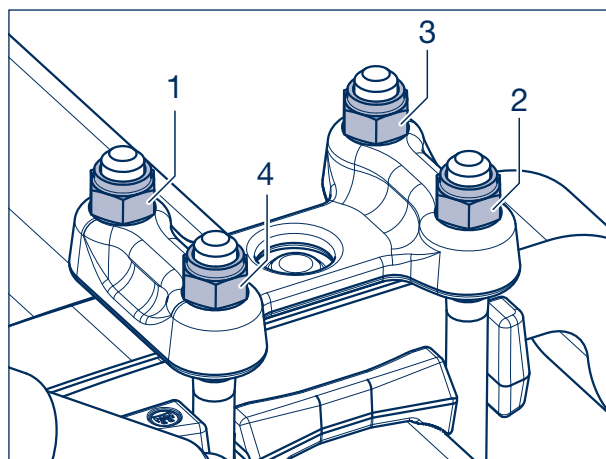

Figure 18
- ! [28] Serrer les écrous de sûreté (1057, taille de clé 32) (1330, taille de clé 36) en croix dans l'ordre 1-2-3-4 (voir figure 18) avec une clé dynamométrique.